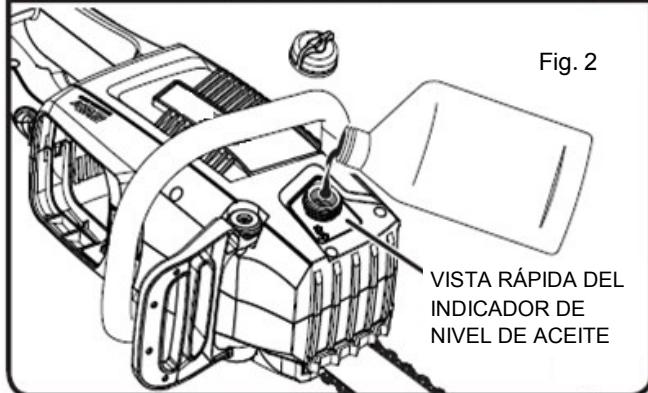

Fig. 2
**NOTA:** Retire el paquete de baterías de la unidad. Llene el tanque de aceite con lubricante para la barra y la cadena antes de arrancar la motosierra (no suministrados). Si no se lubrica la cadena pueden causarse daños a la barra y a la cadena. (Fig 2)
## Sistema lubricación de la cadena (Fig. 2)